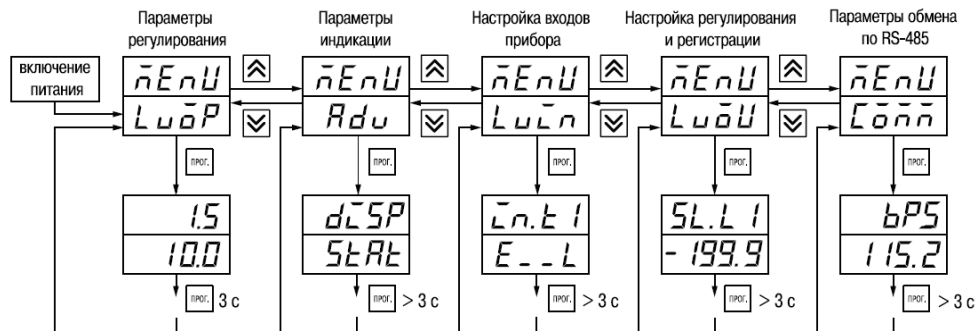

Рисунок 7.1
7.1.2 Основные параметры прибора объединены в 5 групп *LuōP*, *Adu*, *LuĀn*, *LuōU* и *Cōññ*, составляющие меню прибора (рисунок 7.1).